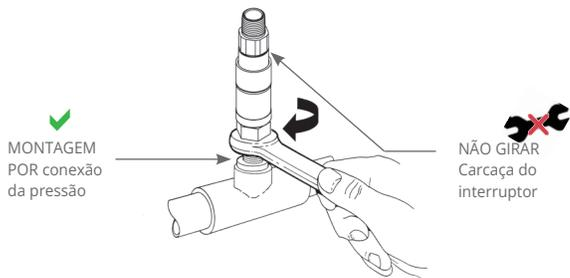

Figura 1
**PARA MODELOS DE PRESSÃO, MONTE ATRAVÉS DA CONEXÃO DE PRESSÃO. SEMPRE USE UMA CHAVE NA CONEXÃO DE PRESSÃO HEXAGONAL (VER FIGURA 1). NÃO APERTE GIRANDO O GABINETE, POIS ISSO DANIFICARÁ O SENSOR E ENFRAQUECERÁ AS JUNTAS SOLDADAS.**